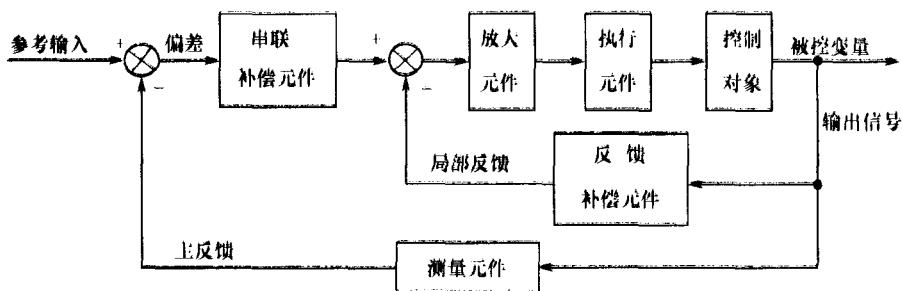

图 1-1 闭环控制系统的功能框图
(1) 闭环(反馈)系统的特征:采用负反馈,被控量对控制量有直接作用,即被控量对自己有控制作用。
(2) 闭环控制系统的典型功能框图(图 1-1)。